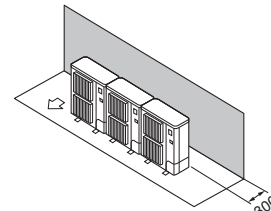

Fig. 2-9
- ① Alleen obstakels aan de achterzijde (Fig. 2-9)